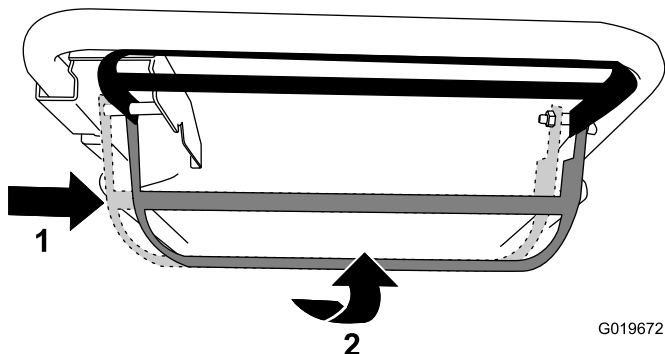

Figura 21
- Para engranar la transmisión autopropulsada y activar las cuchillas, mueva la barra de control a la derecha hasta que haga tope y levántela hasta el manillar (Figura 21).